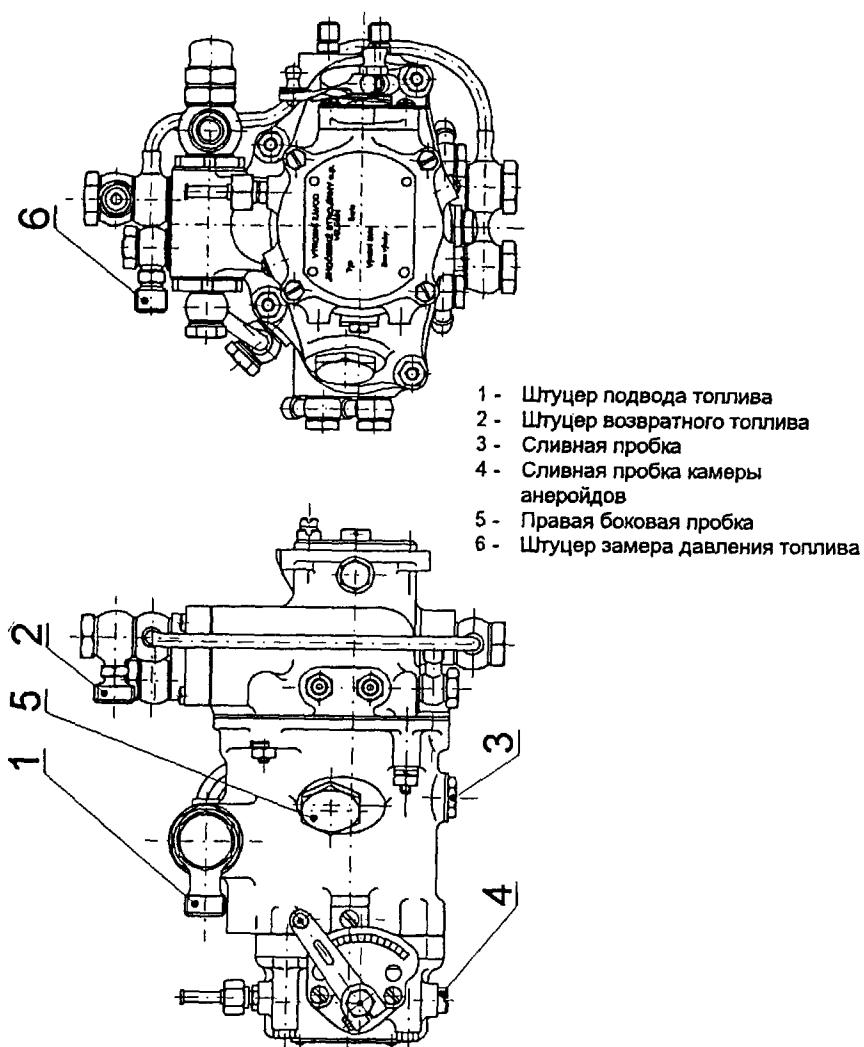

Рис. 10-1
- a/ Вывернуть пробку на правой стороне корпуса насоса впрыска (см. Рис. 10-1) и зашприцевать пульверизатором через это отверстие чистое моторное масло (см. РАЗДЕЛ 4), подогретое до  $50 \div 70^{\circ}\text{C}$ , на механизм насоса впрыска пока масло не начнет вытекать через боковое отверстие.
- a/ Вывернуть пробку на правой стороне корпуса насоса впрыска и сливную пробку в нижней части насоса (см. Рис. 10-1).
- b/ Отсоединить трубопроводы подвода топлива и возвратного топлива (см. Рис. 10-1).
- d/ Поворачивать коленчатый вал двигателя до появления масла из штуцеров топливных форсунок и штуцера возвратного топлива в верхней части корпуса насоса впрыска (см. Рис. 10-1).
- 1/ Вывернуть пробку на правой стороне корпуса насоса впрыска. (см. Рис. 10-1).
- 5/ Проворачивать вручную коленчатый вал двигателя до появления чистого топлива из штуцеров топливных форсунок и штуцера возвратного топлива в верхней части корпуса насоса впрыска (см. Рис. 10-1).